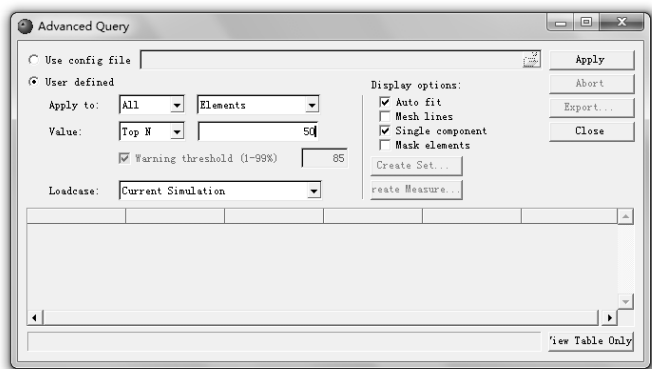

图 13-29 查询 top N 单元参数设置
(1) 在工具栏选择 Query (🔍) 面板。
(2) 在 Query 面板右下角单击 Advanced 按钮。
(3) 在 Apply To 栏中选择 All 和 Elements。
(4) 在 Value 栏中选择 Top N, 并在文本框中输入 50。
(5) 在 Load 栏中选择 Current Simulation。
(6) 单击 Apply 按钮, 如图 13-29 所示。